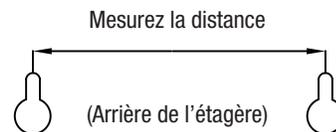

Figure 1
- (4) Tablettes corniches
**ÉTAPE 2:** Tracez une ligne sur le mur à l'aide du niveau afin de déterminer l'emplacement des trous. Mesurez la distance requise entre les vis pour installer l'étagère corniche. Marquez l'emplacement des vis aux endroits désirés, tel qu'illustré à la **Figure 1**.